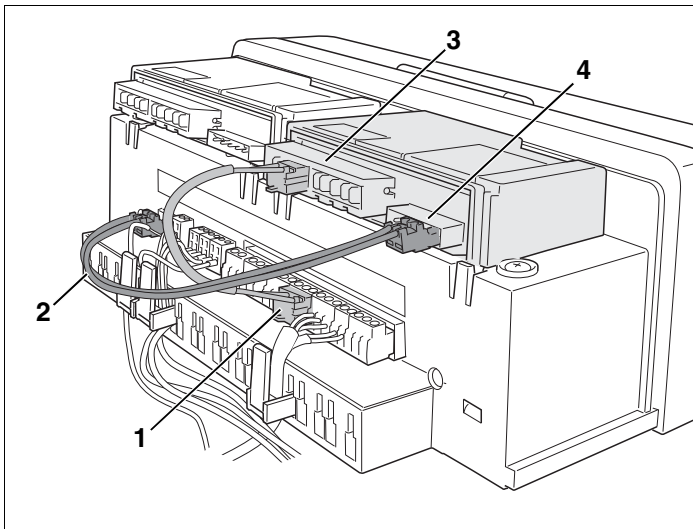

Рис. 7 Подключение первого функционального модуля
- Правильно вставьте сетевой провод и шину (рис. 7, поз. 1 и 2) системы управления отопительного котла в клеммы (рис. 7, поз. 3 и 4) первого функционального модуля.
- Правильно подключите другие компоненты к клеммам (рис. 7, поз. 3 и 4) функционального модуля согласно схеме соединений.
- Правильно вставьте сетевой провод и шину (рис. 7, **поз. 1** и **2**) первого функционального модуля в клеммы второго функционального модуля.